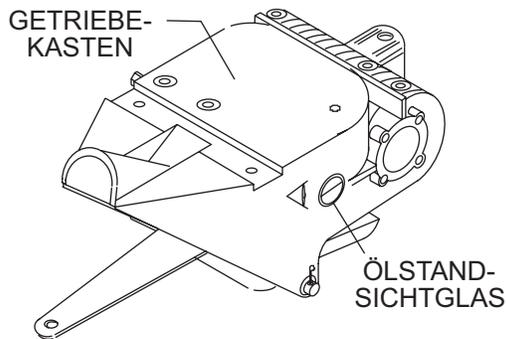

Abbildung 7. Getriebekasten
1. Feststellen, ob der Ölstand im **Getriebekasten** niedrig ist, indem der Ölstopfen an der Seite des Getriebekastens entfernt wird. Dieser Stopfen ist durch den Aufkleber „**check**“ (Prüfen) gekennzeichnet. Siehe Abbildung 7. Bei korrektem Ölstand steht das Schmieröl bis zur Unterseite des Einfüllstopfens.